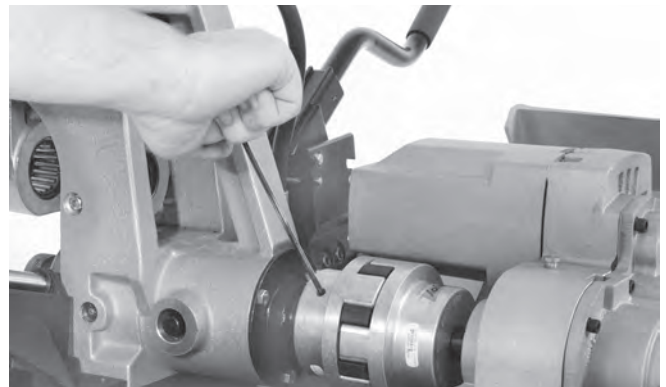

Abbildung 24 – Lösen der zwei Schrauben an der Getriebekupplung
1. Lösen Sie mit einem 3/16 Zoll Sechskantschlüssel die beiden Schrauben an der vorderen Hälfte der Getriebekupplung (Abbildung 24).
3. Lösen Sie mit einem 3/16-Zoll-Sechskantschlüssel die beiden Schrauben an der vorderen Hälfte der Getriebekupplung (*Abbildung 24*).